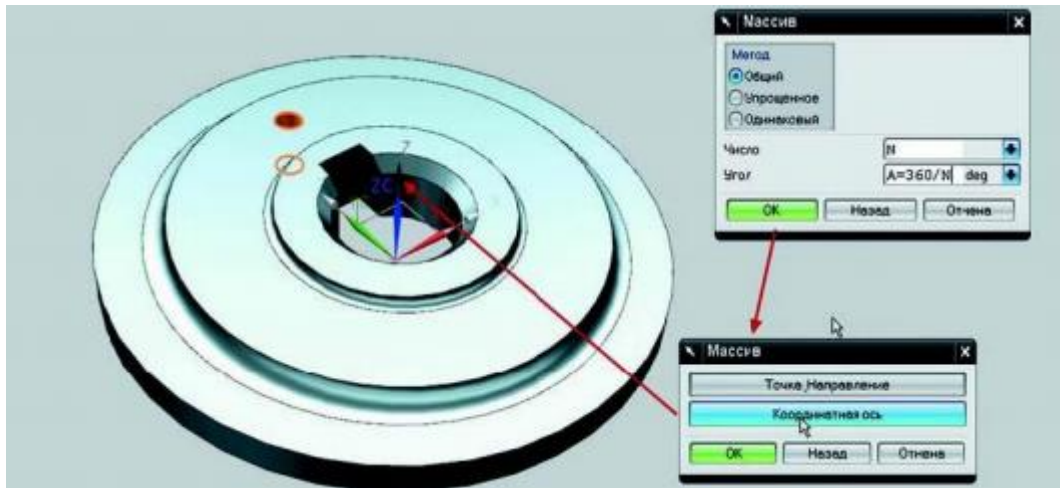

Рисунок 6. Создание кругового массива объектов
- В открывшемся диалоге задания параметров в поле Число (Number) введите N, а в поле Угол (Angle) введите  $A=360/N$  – такая формулировка говорит о том, что значение определяется параметром A, вычисляемым по формуле  $360/N$ . То есть это ещё один альтернативный способ создания пользовательских параметров из диалогов команд (рис. 6).